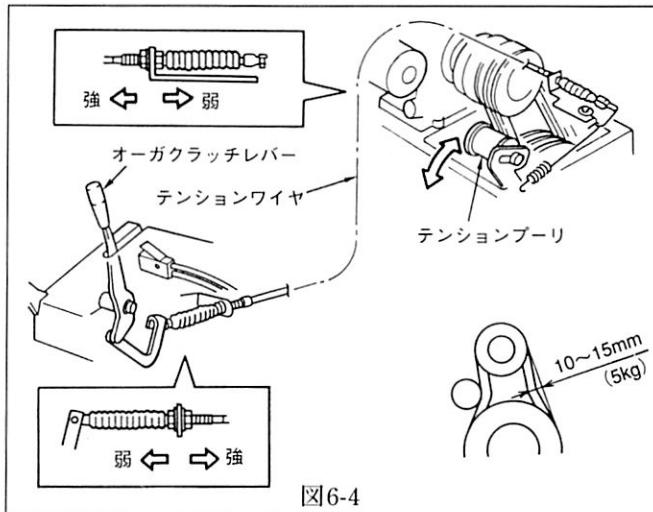

図6-4
- ①オーガクラッチレバーを「入」にします。
- ②Vベルトの中央に約5kgの荷重をかけた場合、タワミ量が10~15mm程度になっているかチェックしてください。タワミ量が大きいとVベルトの張りが弱くなり、スリップして駆動力が低下します。(図6-4参照)
- ③調整する場合には、テンションワイヤのナットを緩め、図のように移動させると、テンションブーリーの位置が変わることによって、ベルトの張りの強弱を調整することができます。(図6-4参照)